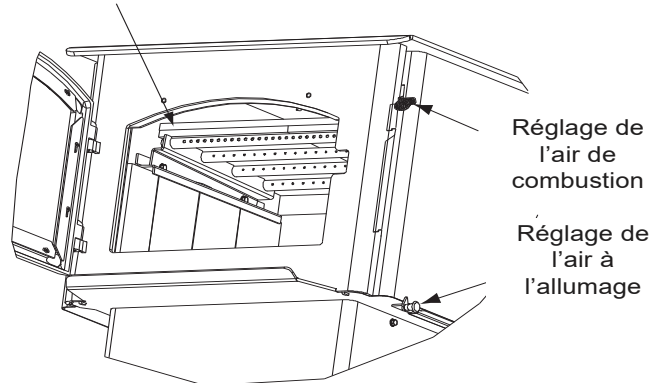

Figure 13.1
1. Confirmez que la position du déflecteur est correcte. Il doit affleurer le tube avant et reposer sur tous les tubes (**Figures 13.1 et 13.2**).